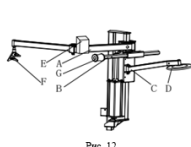

Рис. 12
4. Установите поворотный рычаг (A), шестигранную горизонтальную консоль (B) и кронштейн ролика подъема шины (C) отдельно на шиномонтажный станок; (рис. 12)
5. Установите ролик подъема шины (D), переключатель (E), прижимную головку шины (F) и прижимной ролик шины (G) отдельно на шиномонтажный станок; (рис. 12)
На рис. 12 показаны функциональные части устройства 006: